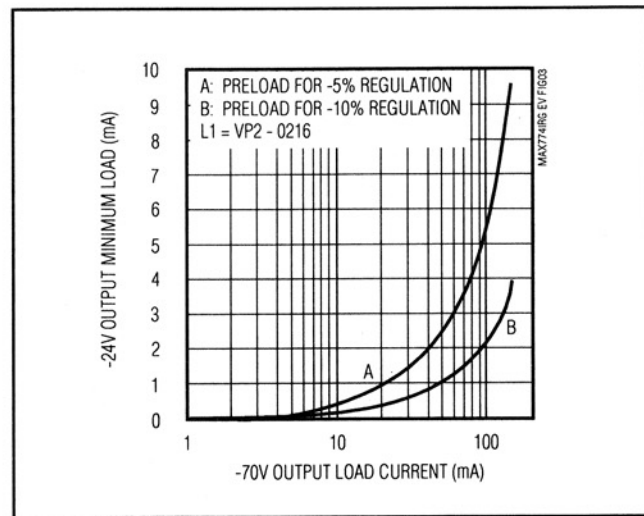
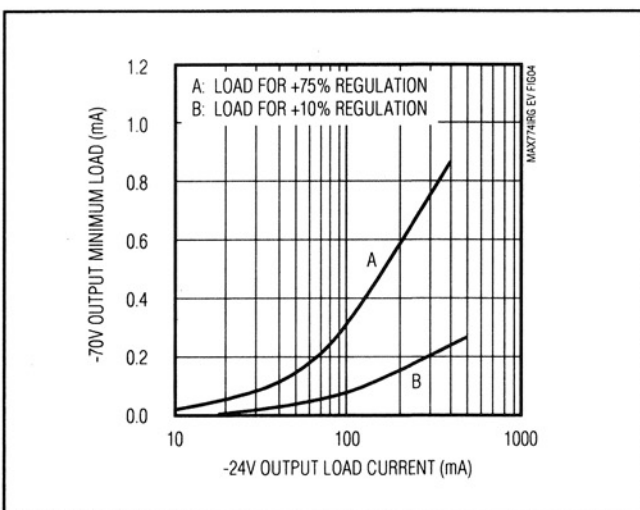

図3. -24V出力プレロード部のクロスレギュレーション(オンフックの場合)
図4. -70V出力プレロード部のクロスレギュレーション(オフバックの場合)
異なるリンガー相当負荷を扱うアプリケーションの性能又は効率を最適化するには、プレロード曲線をガイドランスとして使用してください(図3及び図4)。SLIC ICが電話をリングしている間(オンフックの場合)、
-70V出力の安定化用として-24V出力に必要となる最小プレロードを求めるには、図3の曲線を使用します。例えば、2つの電話負荷では約50mAが必要になります。まず、70V出力の軸から曲線A又はBまで垂直線を辿ります。次に、-24V Output Minimum Load(-24V出力最小負荷)軸上の該当する点まで水平線を辿ります。この場合曲線Aを使用すると、2.5mAになります。抵抗  $R = V/I$  又は  $24V/2.5mA = 9.6k\Omega$  を使用し、この電流で-24V出力をプレロードします。値は、一番近い標準値(9.1k $\Omega$ )に切り捨てます。抵抗の電力定格は、 $V^2/R = 24V^2/9.1k\Omega = 63mW$  以上であることが必要です。
オフフック通信時に-24V出力が重負荷で、-70V出力を維持するのに必要なプレロードを求めるには、図4の曲線を使用します。このプレロードは、AM79R79の保護を目的としたものです。このSLIC ICのVBAT1ピンの動作範囲は-70V、絶対最大定格は-80Vです。プレロードにツェナーダイオードを使用する場合は、不要な電流の消費を防ぐために、ツェナー電圧定格を安定化セットポイント以上に設定してください。